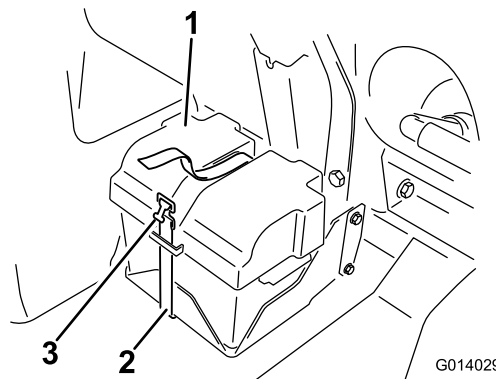

図 94
- バッテリーについているカバーを外し、バッテリーのマイナス黒端子からケーブルを外す 図 94。
4. バッテリーカバーを取り付け、先ほど取り外したストラップで固定する 図 94。